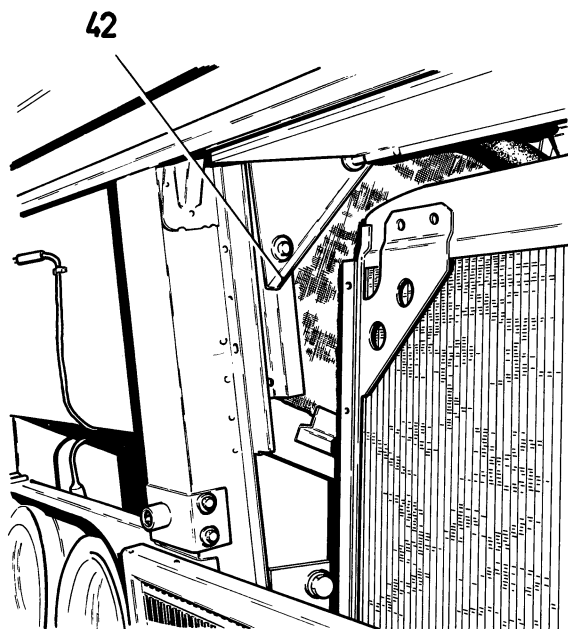

Fig. 29.
3. Zet de klepschotten rechts en links (42) tegen de frontstijlen vast (fig. 29 en 30).
3. Fixer les cloisons triangulaires gauches et droites (42) du volet d'air sur les poutres frontales (fig. 29 et 30).